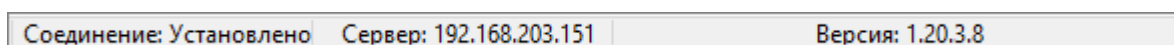

Рисунок 4-25 Информация в контекстной строке при верном указании параметров БД
- если параметры базы данных указаны верно, то в контекстной строке будет выведена соответствующая информация с указанием версии базы данных (см. Рисунок 4-25).